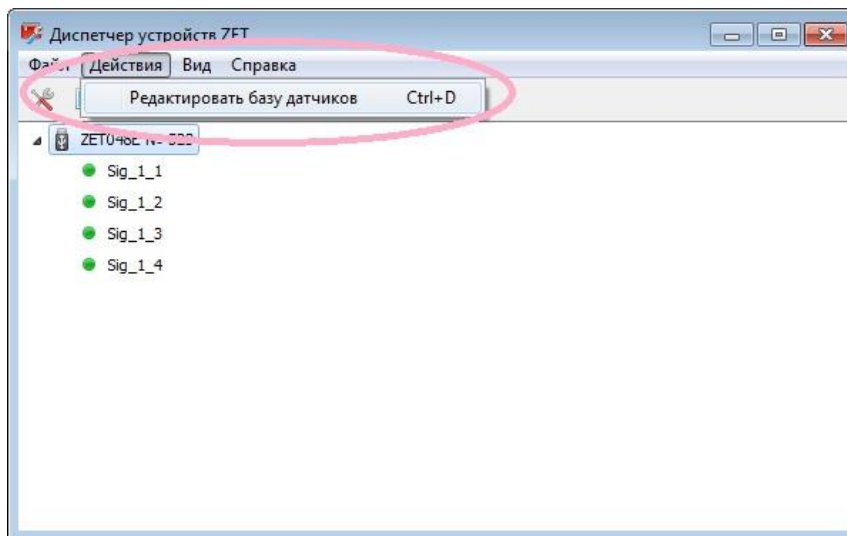

Рисунок 18
- в окне программы «Диспетчер устройств ZET» выбрать меню «Действия», а в нем выбрать «Редактировать базу датчиков», как показано на примере (Рисунок 18);